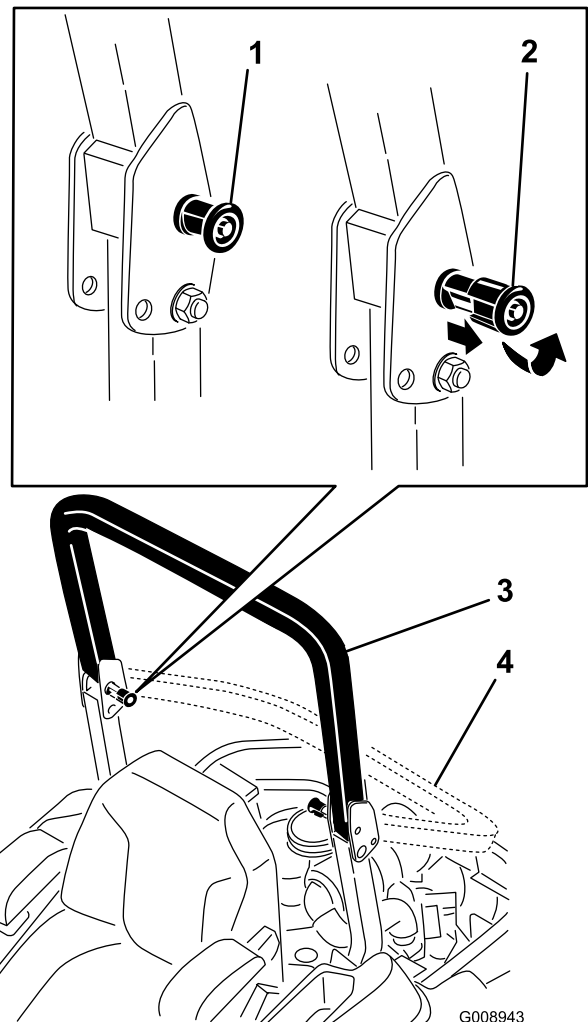

Figura 8
2. Tire de ambos pomos hacia fuera y gírelos 90° para desenganarlos (Figura 8).
3. Coloque la barra antivuelco en la posición de bajada (Figura 8).
4. Para elevar la barra antivuelco, suba la barra a la posición de uso, y gire los pomos para que se introduzcan parcialmente en las ranuras (Figura 8).
5. Eleve la barra a la posición vertical, presionando sobre la parte superior de la misma; las clavijas encajarán en cuanto se alineen con los orificios (Figura 8).